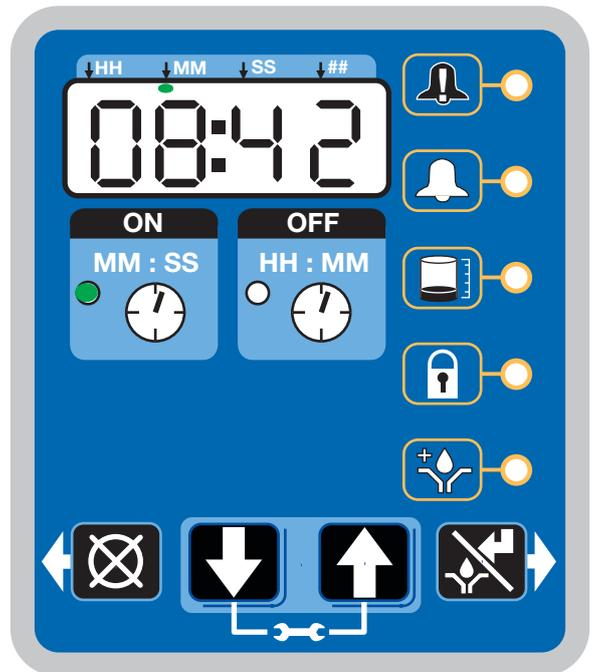

FIG. 35
- Cuando el recuento de tiempo OFF llega a cero, la bomba de lubricación automática G3 activa la bomba y funciona durante el ciclo de tiempo ON programado (FIG. 35).
- El ejemplo mostrado en la FIG. 35 indica un tiempo ON de 8 minutos y 42 segundos antes de la finalización del ciclo de lubricación.